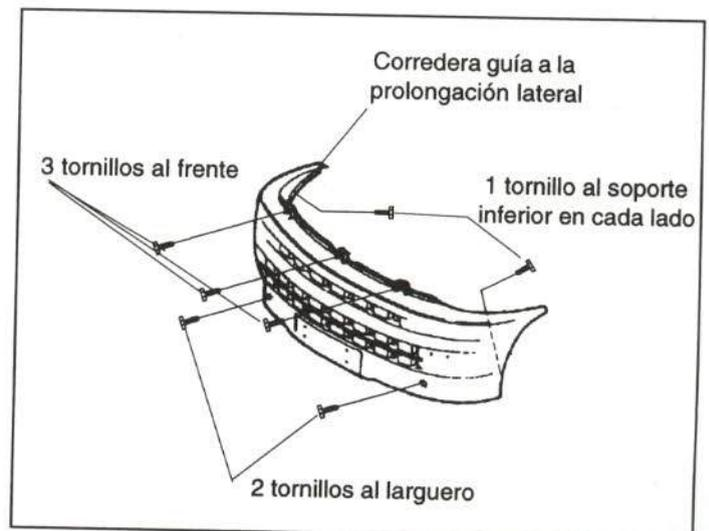

Figura 12.- Unión del paragolpes delantero
En la figura 12 se muestra la fijación de este elemento.
- Paragolpes (figura 12).